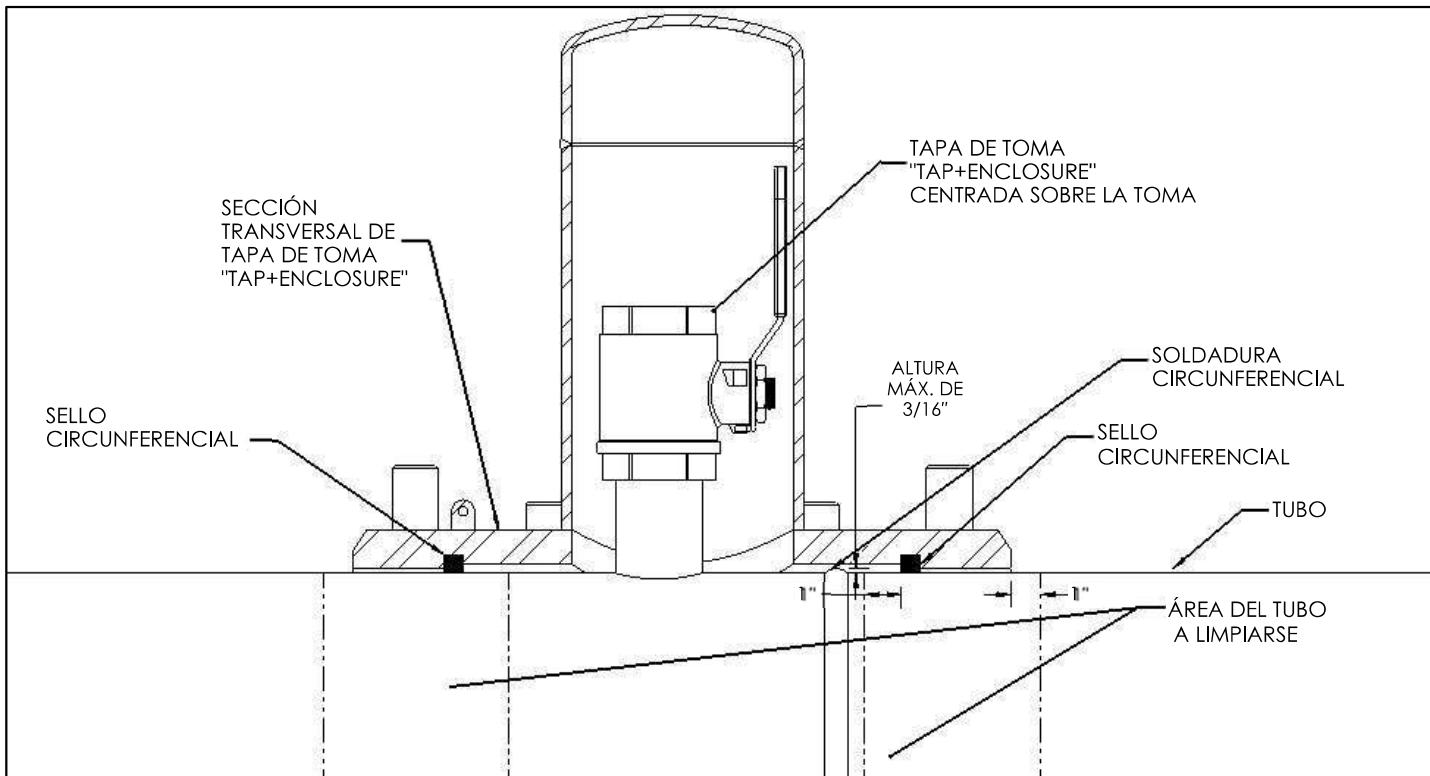

Figura 1
2. Elimine todo recubrimiento, óxido y sarro de la superficie del tubo donde los sellos circunferenciales de la camisa bipartida "PLIDCO Split+Sleeve" entrarán en contacto con el tubo (consulte la Figura 1). Se prefiere un acabado casi blanco, como se indica en SSPC-SP10/NACE No.2, 1" (25 mm) antes y después del sello. Cuanto más limpia esté la superficie del tubo, más positivo será el sellado. Las superficies arenadas deben pulirse y quedar lisas.
3. Donde los sellos circunferenciales entrarán en contacto con cualquier soldadura longitudinal, circunferencial o en espiral en los tubos u otras protrusiones, las soldaduras en dicha área deben esmerilarse a ras del diámetro exterior del tubo. El área debe extenderse 1 pulgada (25 mm) dentro de los sellos y 1 pulgada (25 mm) más allá del accesorio, tal como se muestra en la Figura 1 designada, "Área del tubo a limpiarse".
4. Las soldaduras circunferenciales y longitudinales de tubos dentro de los sellos circunferenciales no requieren esmerilarse a tope, siempre y cuando la altura de la soldadura no exceda de 3/16 pulgadas (4.7 mm) (consulte la Figura 1).